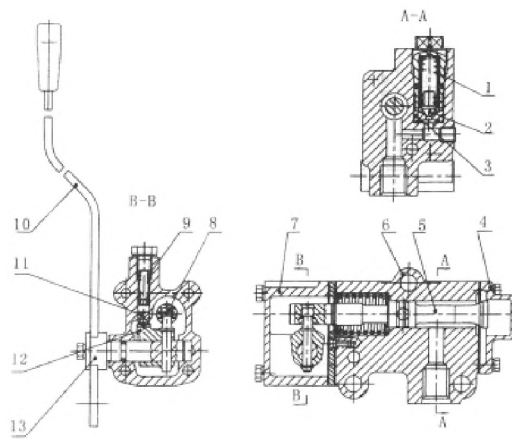

Рисунок 4-29. Распределитель золотникового клапана.
Распределитель золотникового клапана (рисунок 4-29) – это тип направляющего распределителя, который золотниковый клапан двигает по оси в клапанный блок для соединения или закрытия масляного канала. Трактор серии ТУ оснащен простым клапаном с 3 позициями и 4 каналами. Он состоит из золотникового клапана (5), распределительного блока (6), передней крышки (4), задней крышки (7), седла предохранительного клапана (3), сердечника предохранительного клапана (2), пружины предохранительного клапана (1) и позиционного механизма.
Принцип работы распределителя показан на рисунке 4-30. Переключайте рычаг (10) (смотрите рисунок 4-29), чтобы установить золотниковый клапан в положение подъема, опускания или нейтральное положение.